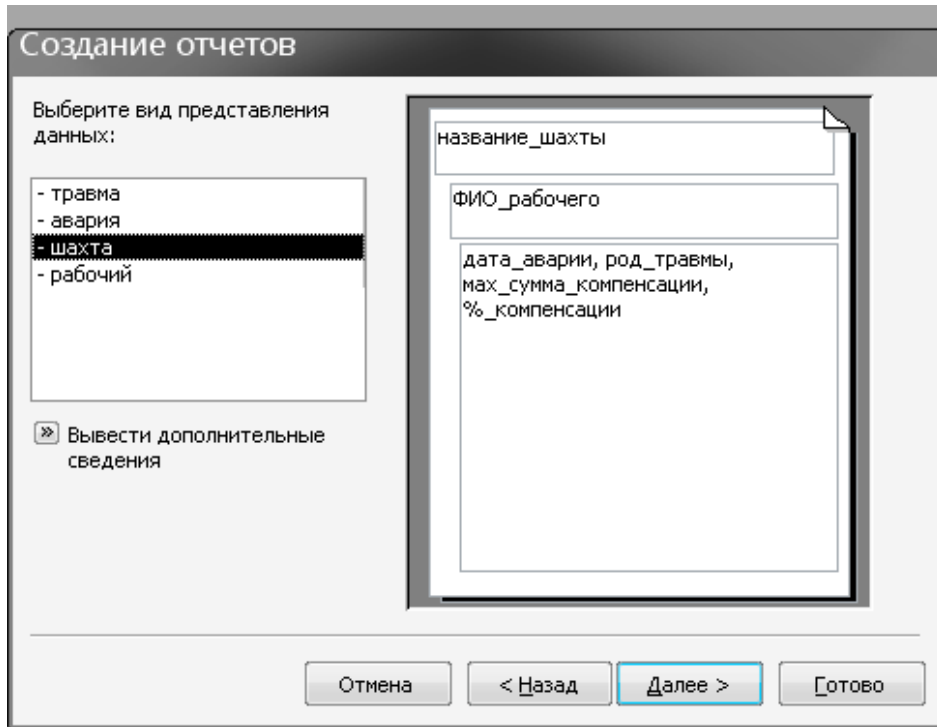

Рис. 2.22
4. З'явиться вікно, як показано на рис. 2.22. У вікні, що з'явилося, вибрати потрібний тип представлення даних, а потім клацнути по кнопці **Далее**.